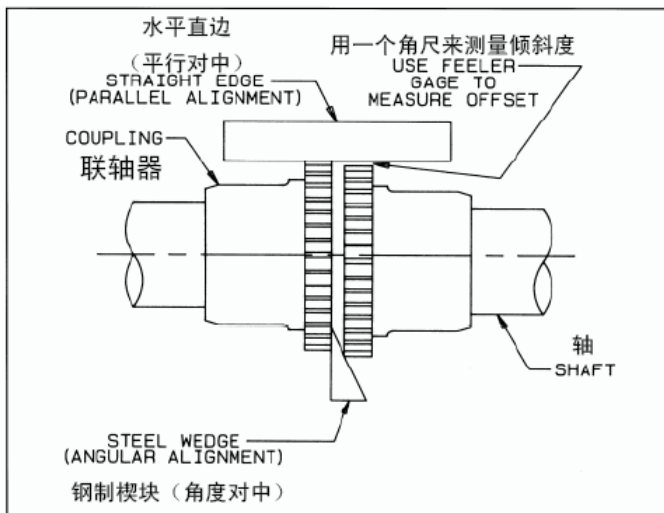

图2
1. 将联轴器按照制造商有关平行度和角度对中的极限要求进行对中（参见图2）。如要求的精度更高，可以使用一个刻度显示器或采用激光对心仪。调节可以通过移动电机来改变传动轴的角度来调节，同时还可以采用垫片来改变电机轴的高度。请勿拆除风机传动轴或轴承。